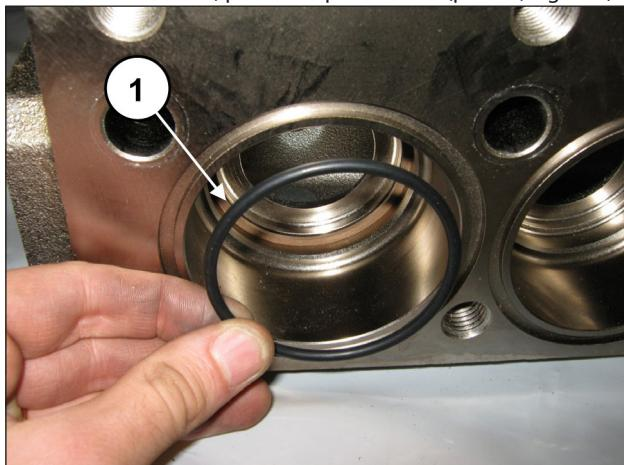

Fig. 148
Insira o anel circular, pos. de explosão nº. 7 (pos. ①, Fig. 148).